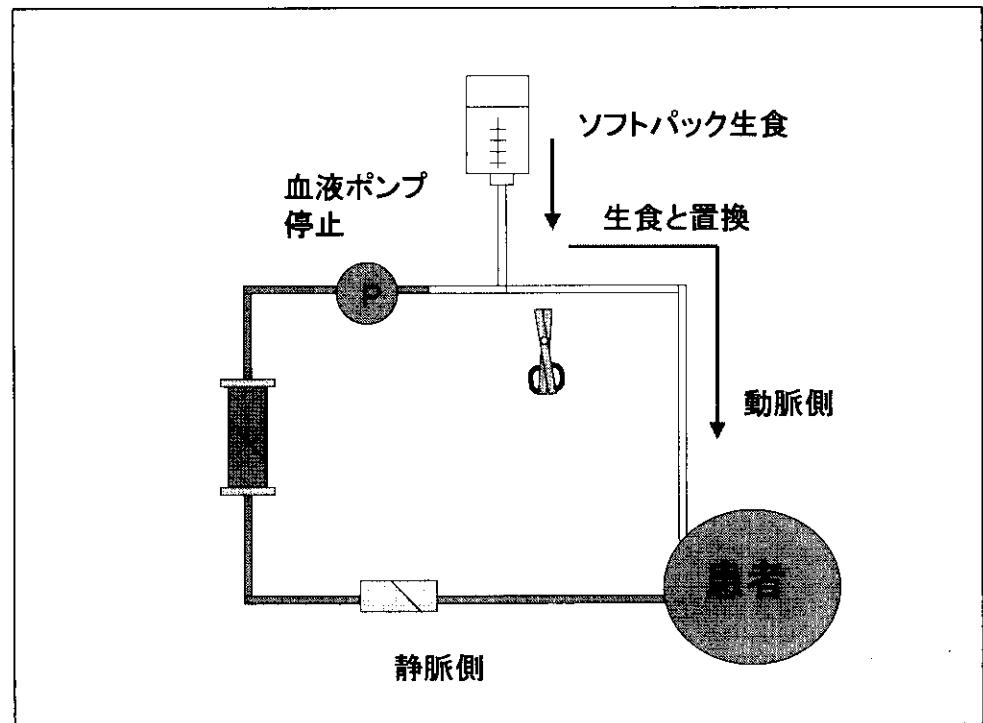
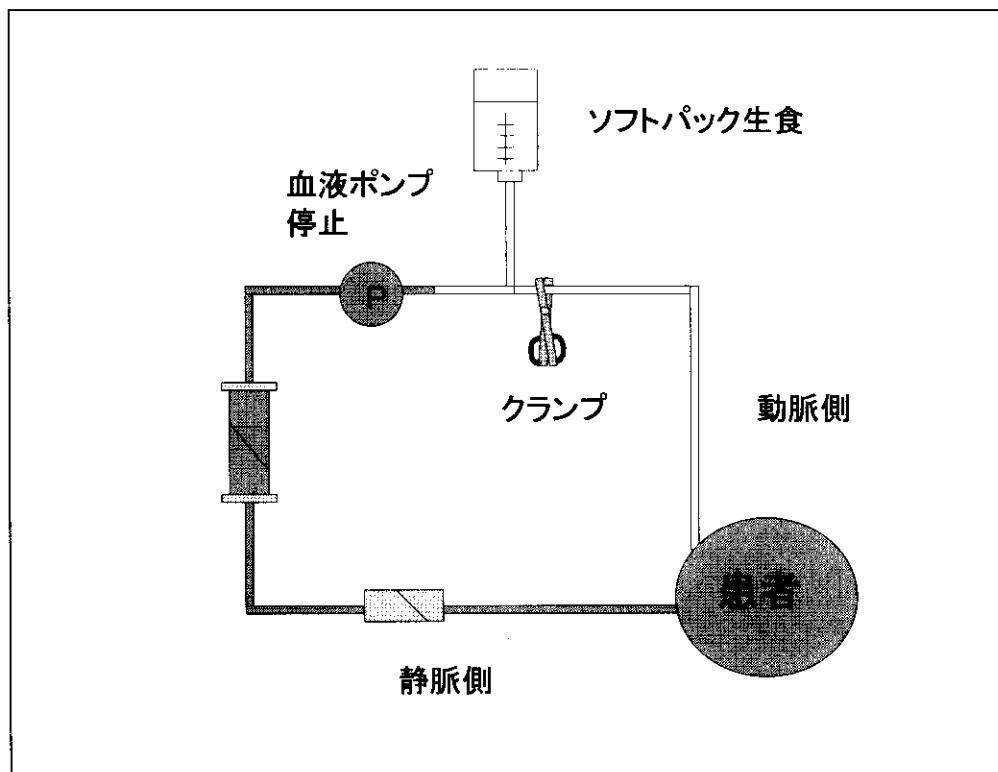

図10 生食の落差を利用した生食置換返血法③
図 11 生食の落差を利用した生食置換返血法④
- 血液ポンプを止め、補液ラインから動脈側穿刺針方向に自然落差で生食を送り、血液を生食と置換し（図 10），穿刺針側の回路を鉗子でクランプする（図 11）。（動脈側の圧力が強く自然落差で置換できない場合にはソフトパック生食を手で握り圧力をかける。）